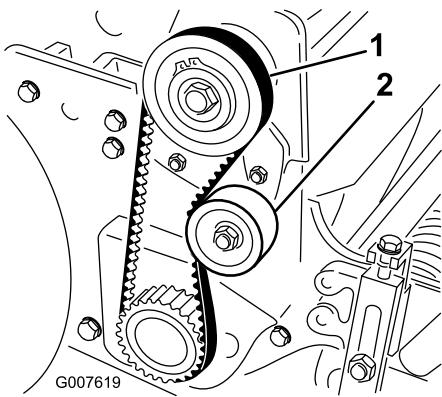

Bild 36
2. Prüfen Sie die Spannung. Bringen Sie hierfür eine Kraft von 18-22 N in der Mitte des Riemens zwischen den Riemscheiben (Bild 36) an. Der Riemen muss sich 6 mm durchbiegen lassen.
- A. Lösen Sie die Befestigungsmutter der Spannscheibe und drehen Sie die Spannscheibe nach rechts gegen die Rückseite des Riemens, bis Sie die gewünschte Riemenspannung erzielt haben (Bild 36).